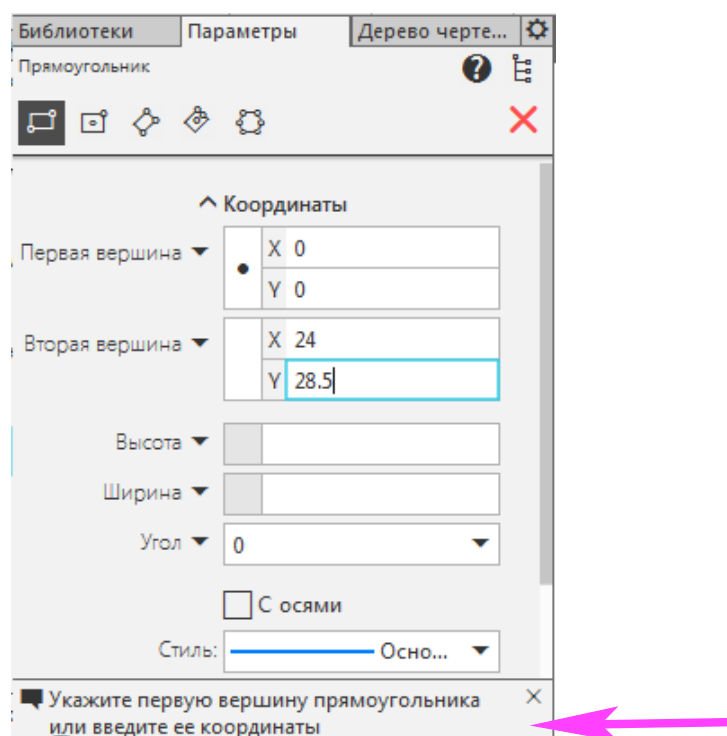

Рисунок 1
- Введите с клавиатуры координаты диагональных вершин прямоугольника (0; 0) и (24; 28,5), заполняя поля Панели параметров в произвольном порядке, например, сначала для первой вершины, а затем для второй.(рисунок 1)